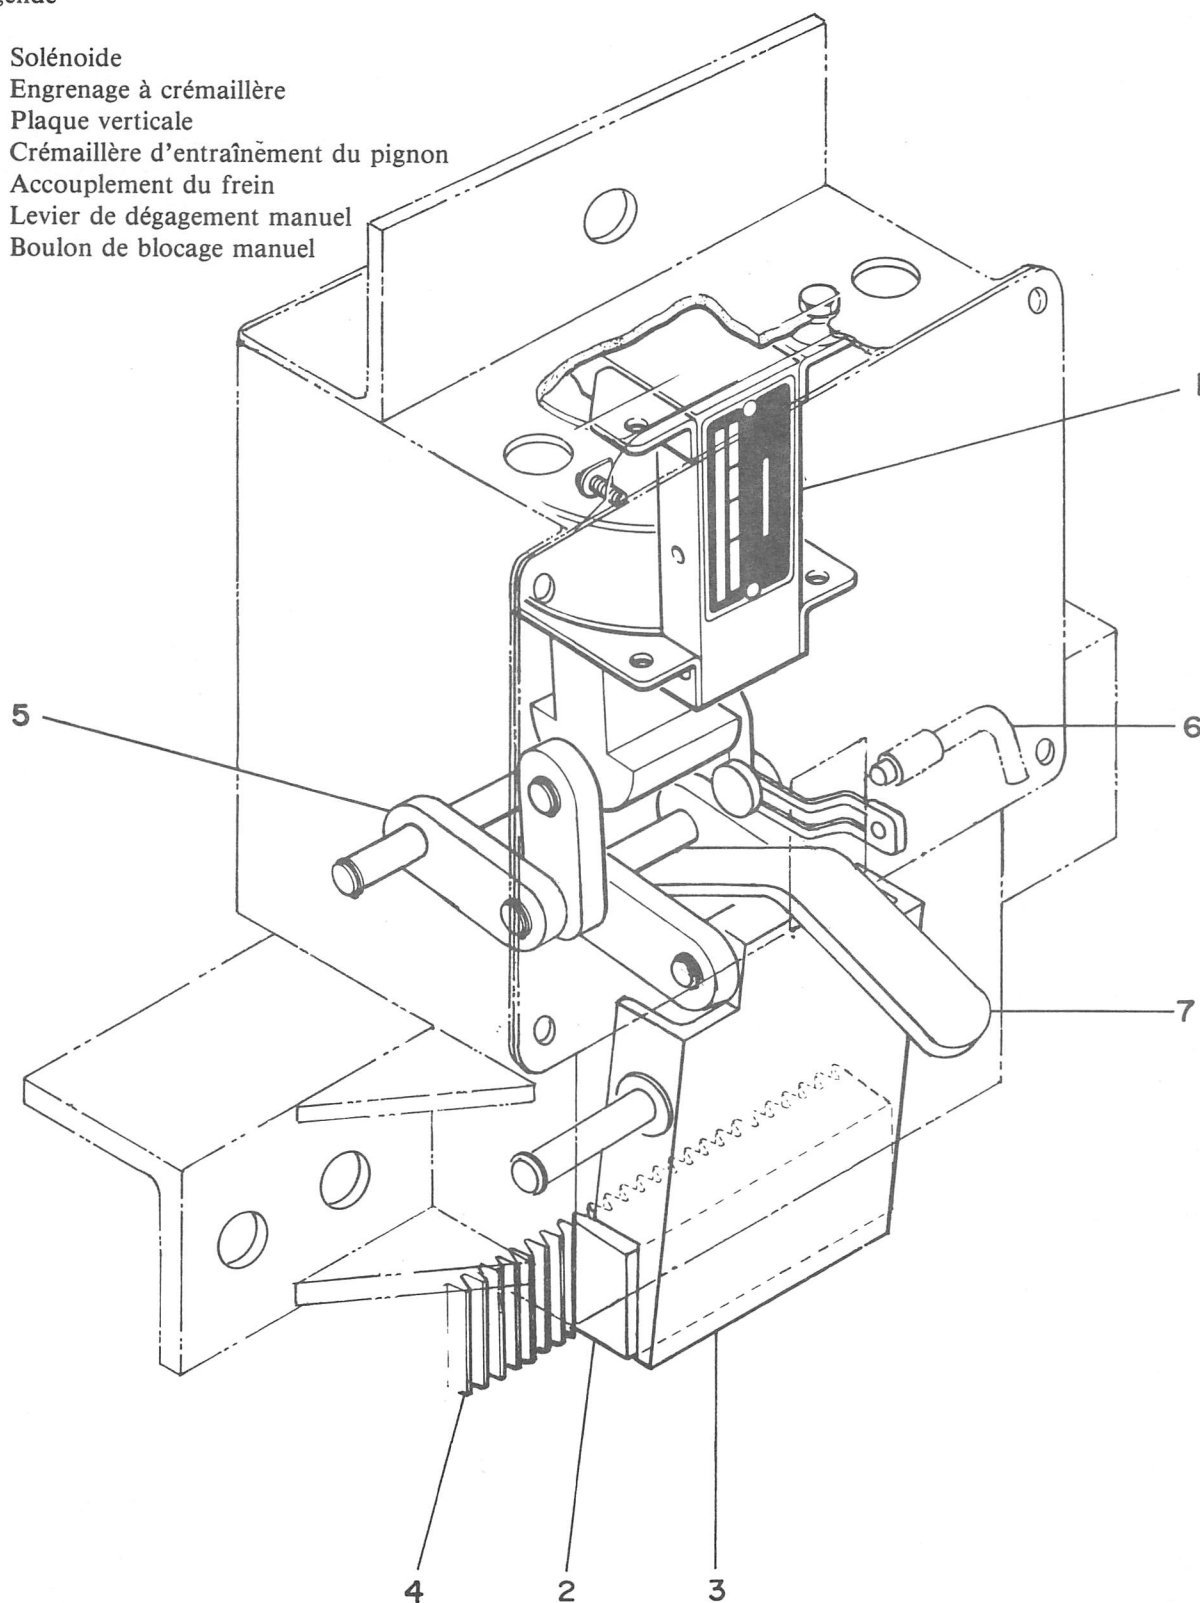

Figure 3-4 Montage du frein de translation
Le hangar est équipé avec deux freins spéciaux commandés électriquement. Ces freins assurent qu'aucun mouvement du hangar ne se produise dans une direction d'avant en arrière si le navire devait tanguer violemment. Chaque frein est relâché par un solénoïde électrique (1) branché en parallèle avec le moteur d'entraînement du hangar. Lorsque les solénoïdes sont désexcités, les freins sont appliqués, en conséquence, quand le hangar est immobile les freins bloquent le hangar sur la crémaillère d'entraînement du rail du hangar. La figure 1-1 illustre la position relative du montage des freins tandis que la figure 3-4 fournit une illustration du système d'accouplement.
### 3-2-1 Liaison des freins (Figure 3-4)